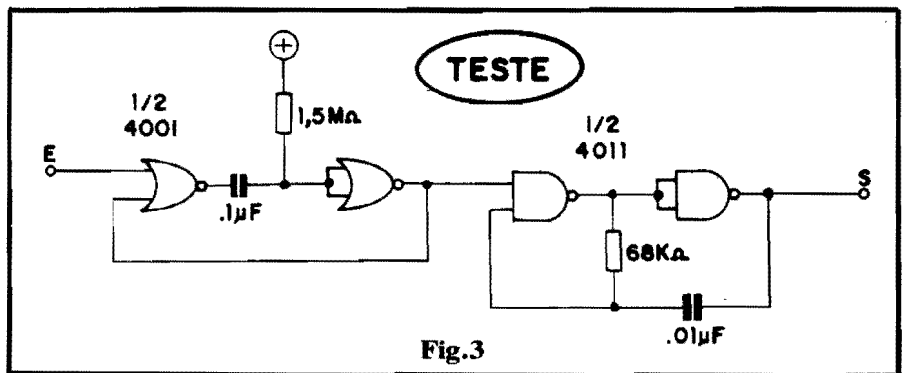

Fig.3
- **TESTE** - O esquema da fig. 3 mostra um MONOESTÁVEL acoplado a um ASTÁVEL. Supondo que os Integrados que contém os **gates** mostrados estão devidamente alimentados (dentro dos parâmetros dos C.MOS indicados), indiquem, entre as opções a seguir, a **única** (não há truques, podemos garantir...) **correta**: